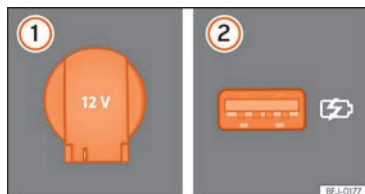

Abb. 150 ① 12-Volt-Steckdose. ② USB-Steckdose im hinteren Bereich der Mittelkonsole.
- Die Abdeckkappe der Steckdose anheben »» **Abb. 150** ①.
Die USB-Eingänge befinden sich im hinteren Teil der Mittelkonsole zwischen den Vordersitzen »» **Abb. 150** ②. Jeder dieser Anschlüsse verfügen über eine maximale Leistung von bis zu 10,5 W.